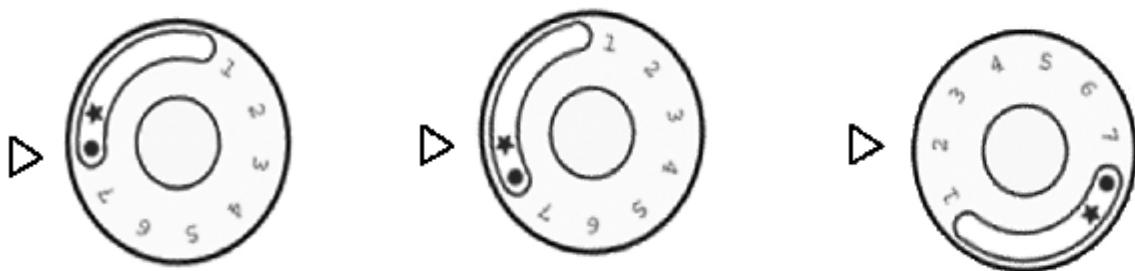

Рисунок 8
8.4.1 Изначально ручка управления находится в положение "точка" (рисунок 8). Пилотная и основная горелки погашены (подача газа к ним заблокирована).
8.4.3 Для розжига основной горелки ручка управления вращением против часовой стрелки переводится в положение «1». Только после зажигания основной горелки ручка управления переводится в положение от «1» до «7» в зависимости от необходимой температуры нагрева воды в контуре отопления (рисунок 8). Максимальная температура нагрева воды в контуре отопления - 90^0 соответствует положению «7» на ручке управления.